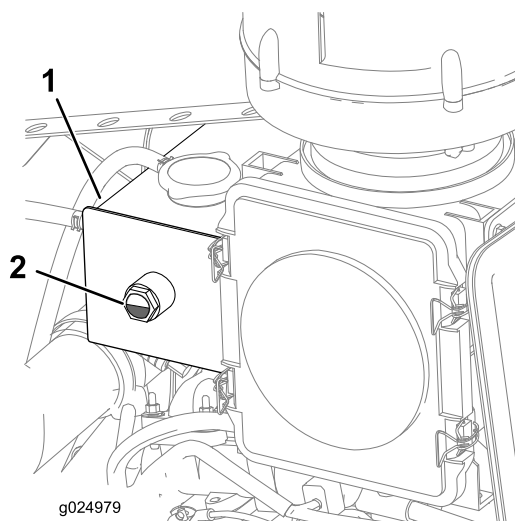

Figure 25
4. Contrôlez le niveau de liquide de refroidissement dans le vase d'expansion (Figure 25).
Remarque: Vérifiez que le niveau de liquide de refroidissement se situe entre 1/4 et les 3/4 de la hauteur du regard de niveau (Figure 25).